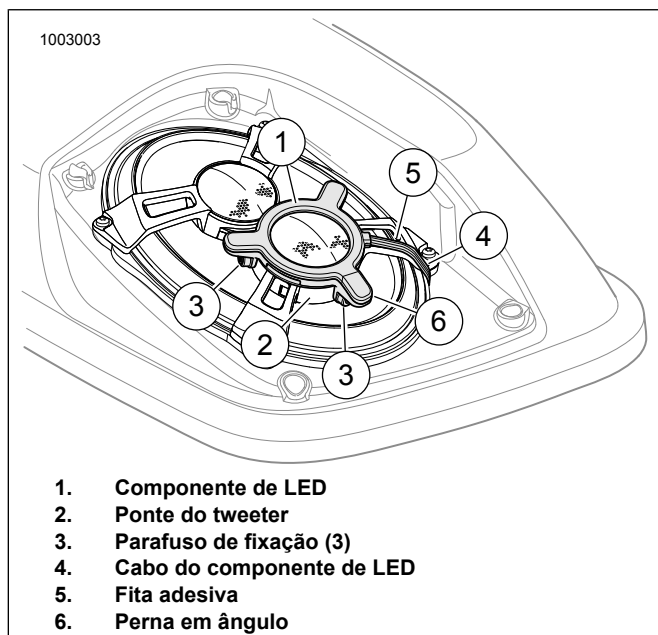

Figura 5. Instalação do componente de LED
Veja a figura 5. Coloque o componente de LED (1) na ponte do tweeter (2). Aperte levemente o componente de LED no local.